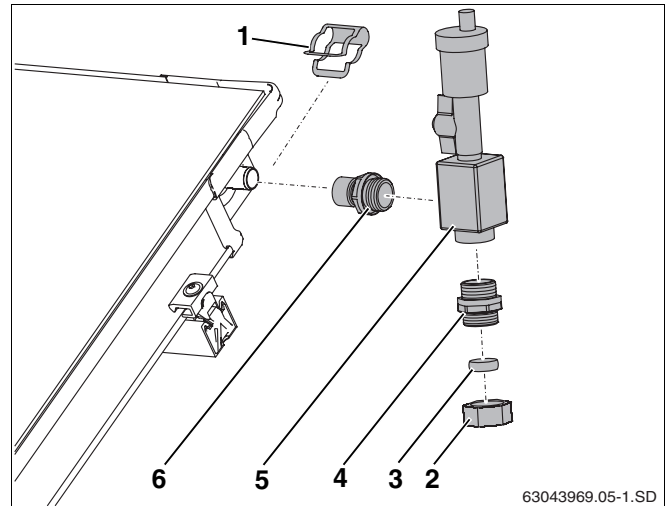

Fig. 60 Collegamento del disaeratore
- ▶ Avvitare a fondo il nipplo a baionetta (fig. 60, **pos. 6**) e il nipplo doppio (fig. 60, **pos. 4**) nel separatore d'aria (guarnizione a o-ring).
- ▶ Inserire il separatore d'aria (fig. 60, **pos. 5**) con il relativo nipplo sul raccordo del collettore e fissarlo con la clip di fissaggio.
- ▶ Collegare il tubo di mandata al raccordo di serraggio (18 mm) (fig. 60, **pos. 2**).